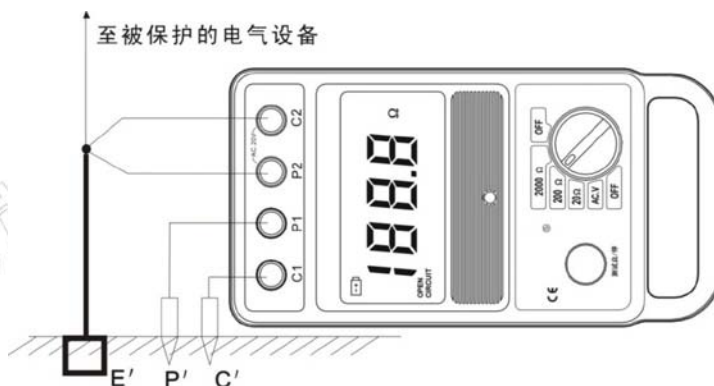

图 2
b. 四线法测量时(见图 2)，用两根测试线将 E' 连到仪表的 C2、P2 两个测试孔， P' 连到 P1 测试孔， C' 连到仪表 C1 测试孔。